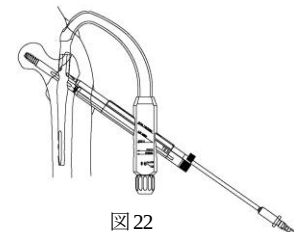

図 22
19) 骨質が硬い場合は、4.0 コーテックスドリルで外側皮質を開窓します。（図 22）